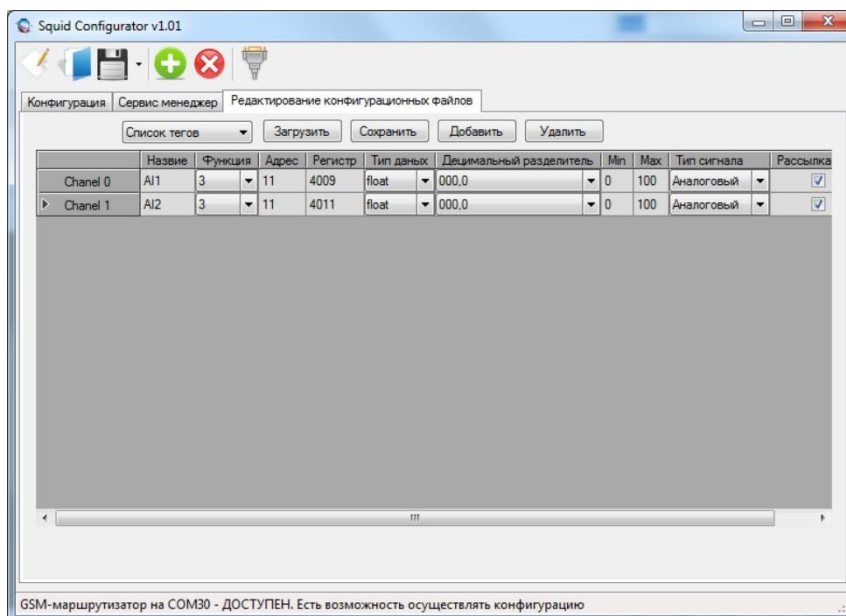

Рисунок 7.5.2 - Пример конфигурационного наладування файлу архівування
2. У комбобоксі вибрати "Список тегів" (див. рисунок 7.5.2).